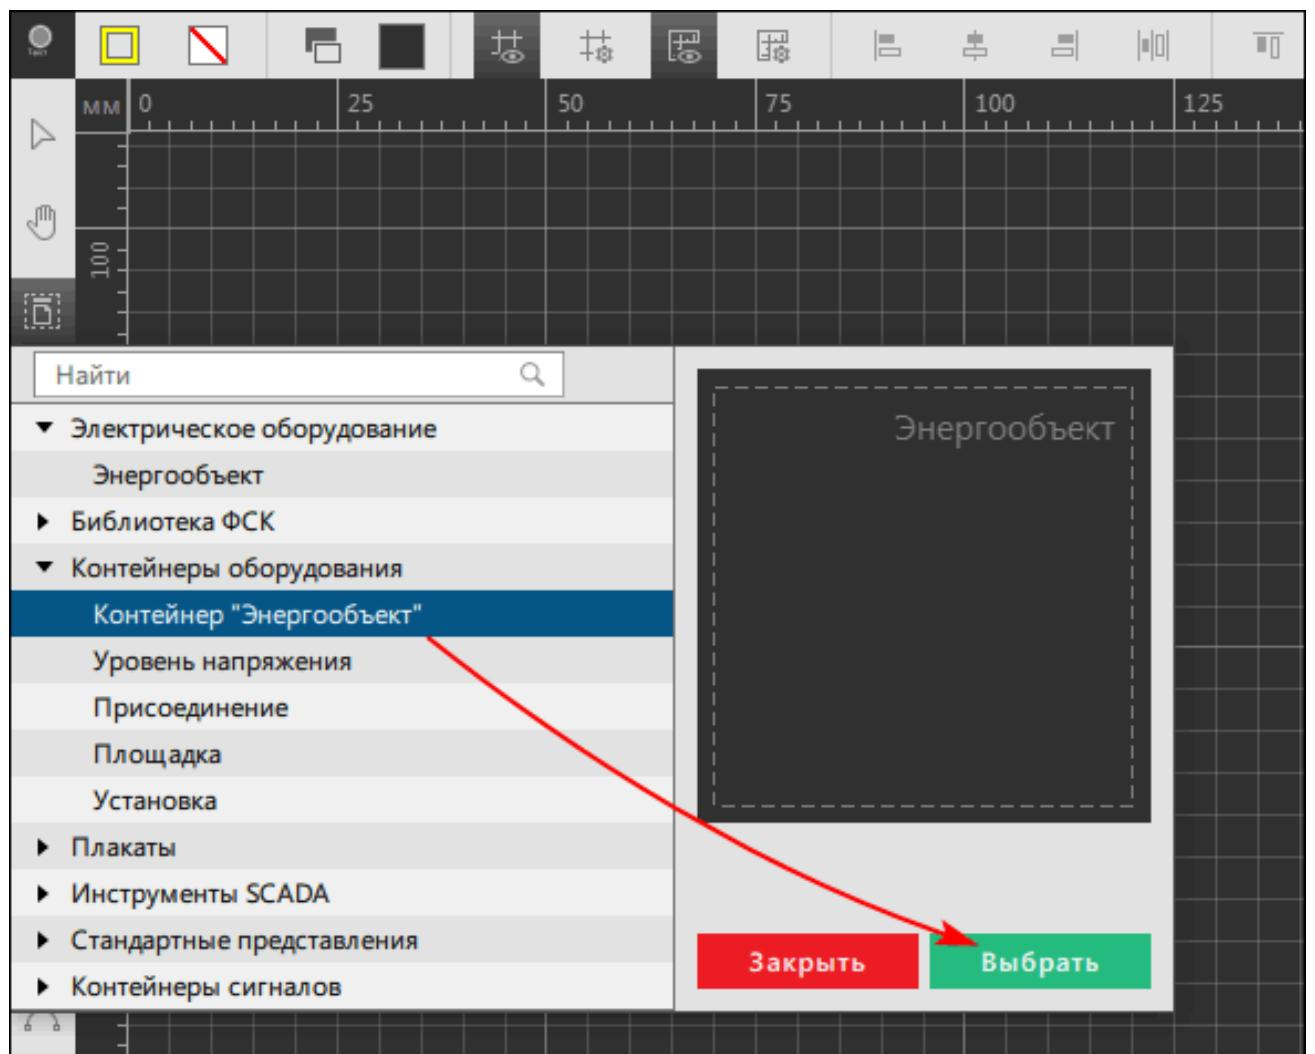

Рисунок 372 - Добавление энергообъекта
2. Нажмите на инструмент **Графическое представление** и выберите Контейнер «Энергообъект» (Рисунок 372).